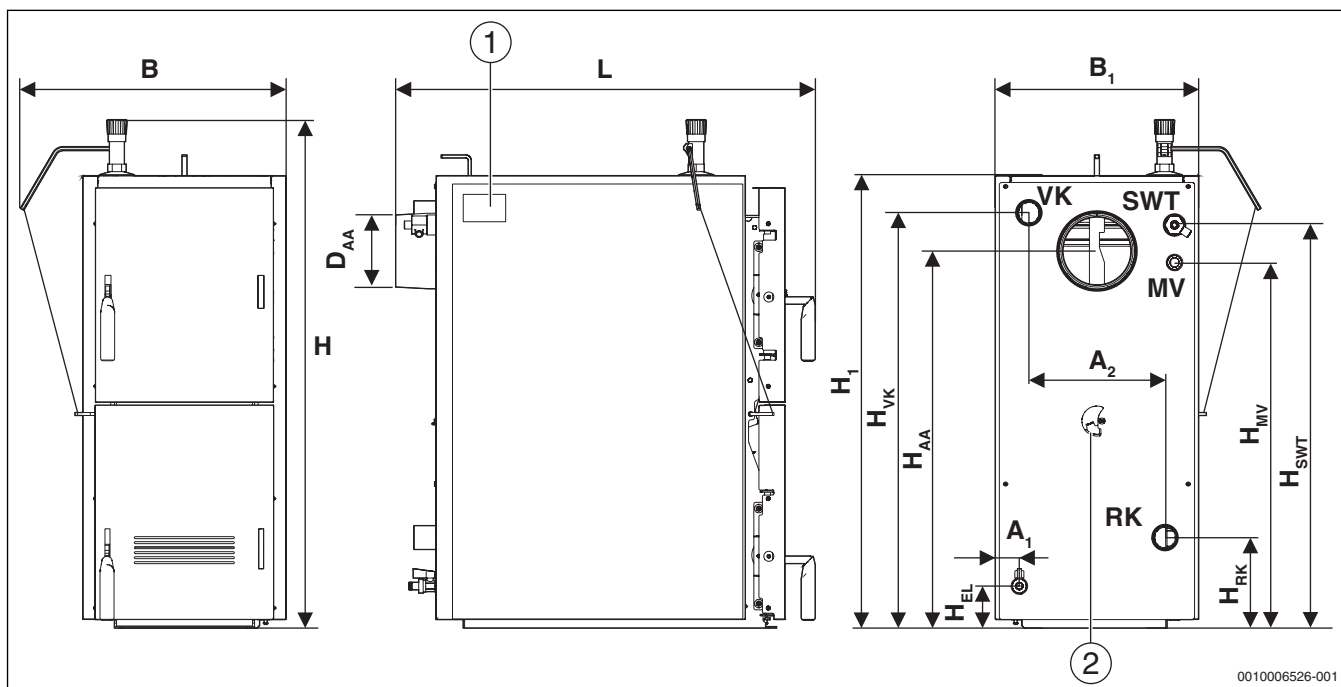

Рис. 4 Размеры Logano S131-15 H
- ▶ Наклейте заводскую табличку в хорошо доступном и видимом месте, например, вверху на боковую стенку котла (→ рис. 4, стр. 6).